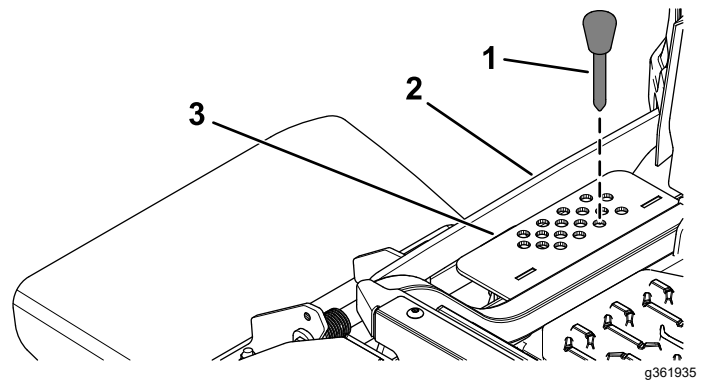

Bild 32
2. Wählen Sie ein Loch in der Schnitthöhenhalterung, das der gewünschten Schnitthöhe entspricht, und stecken Sie den Lastösenbolzen wieder ein (Bild 32).
3. Drücken Sie den Mähwerkhubschalter nach unten, bis der Schnitthöhenlenker den Schnitthöhenstift leicht berührt (Bild 32).